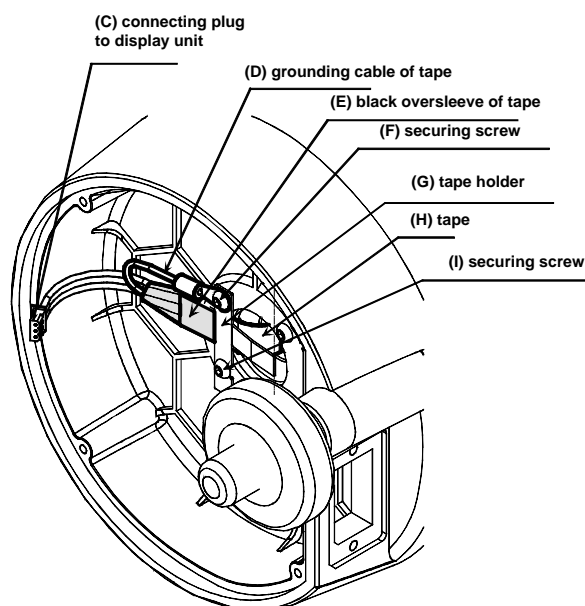
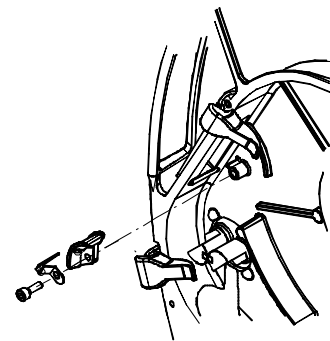

Figura 10-6
Figura 10-8
- Desligue a ficha (C), como mostra a Figura 10-6 e retire a unidade "display".
- Com a mesma chave, desaperte o fixador da fita (G), retirando os 2 parafusos (F) e o cabo de ligação à massa (D), como mostra a Figura 10-6. Não desaperte os 2 parafusos restantes que seguram o eixo do tambor.
- Desaperte o index de leitura e retire-o (Figura 10-8).
- No lado da frente electrónica, ajuste a manga preta até à aresta do fixador da fita (puxe ligeiramente a fita do lado oposto) e aperte a fita como mostra a Figura 10-6.
- Se necessário, reajuste a curva (M) e a forma em S (L) da fita, no centro do eixo do tambor.
- Reinstale o index de leitura (Figura 10-8).
- Desligue a ficha da fita, item (C) mostrado na Figura 10-6.